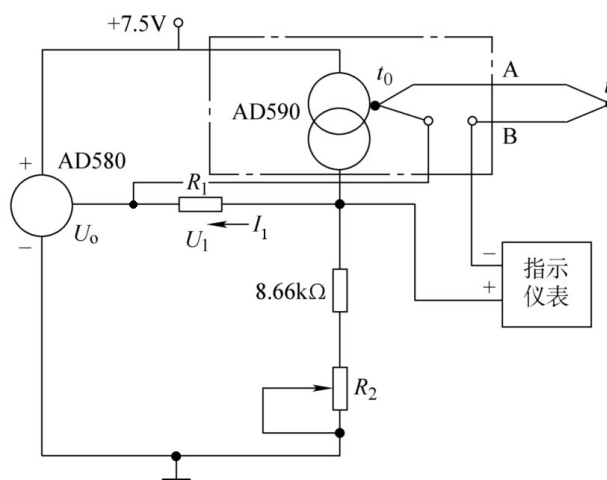

图 3-47 热电偶参考端的补偿电路
12. 试分析图 3-47 所示集成温度传感器 AD590 用于热电偶参考端温度补偿电路的工作原理。
答：由图 3-47 所示，AD590 与热电偶参考端处于同一温度下。AD580 是一个三端稳压器，其输出电压 $U_0 = 2.5\text{V}$ 。电路工作时，调整电阻 R_2 使得 $I_1 = t_0 \times 10^{-3}\text{mA}$ ，这样在电阻 R_1 上便产生一个随参考端温度 t_0 变化的补偿电压 $U_1 = I_1 \times R_1$ 。若热电偶参考端温度为 t_0 ，工作时应使 $U_1 \approx E_{AB}(t_0, 0^{\circ}\text{C})$ 。这样就能自动补偿由于冷端温度变化带来的测量误差。不同分度号的热电偶， R_1 的阻值亦不同。这种补偿电路灵敏、准确、可靠、调整方便。